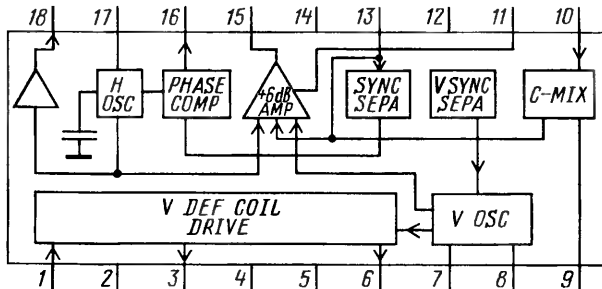

Рис. 5
В большом числе моделей ВК фирмы MATSUSHITA и других в видеоискателях применена микросхема AN2516S. Принципиальная схема видеоискателя ВК PANASONIC — NV-RX6 изображена на рис. 4, а структура микросхемы AN2516S показана на рис. 5. В отличие от видеоискателей на AN2515S микросхеме AN2516S не требуются внешние строчные (HD) и кадровые (VD) синхросигналы. Необходимые для узлов строчной и кадровой разверток импульсы формируются из сигнала яркости (цепь EVFV), поданного через эмиттерный повторитель на транзисторе Q801 на вывод 13 микросхемы. Кроме видеоусилителя (+6 dB AMP) внутри микросхемы, в устройстве есть внешний видеоусилитель на транзисторах Q803, Q804, с выхода которого видеосигнал приходит на модулятор ЭЛТ.